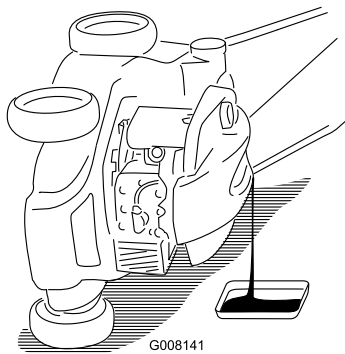

Figura 29
5. Inclinate il tosaerba sul fianco **sinistro** (con il filtro dell'aria in alto), per consentire il deflusso dell'olio usato attraverso il tubo di riempimento (Figura 29).